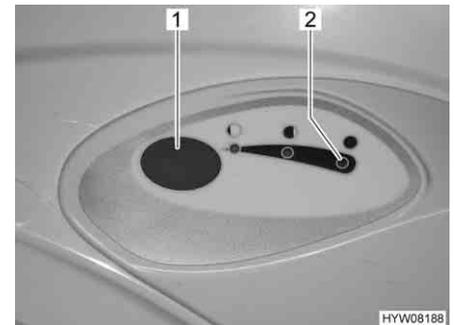

Fig. 202 Pulsante dello sciacquone/spia di controllo toilette Thetford
- Per sciacquare premere il pulsante blu (Fig. 202,1).
La spia di controllo (Fig. 202,2) si accende quando il serbatoio fecale deve essere svuotato.